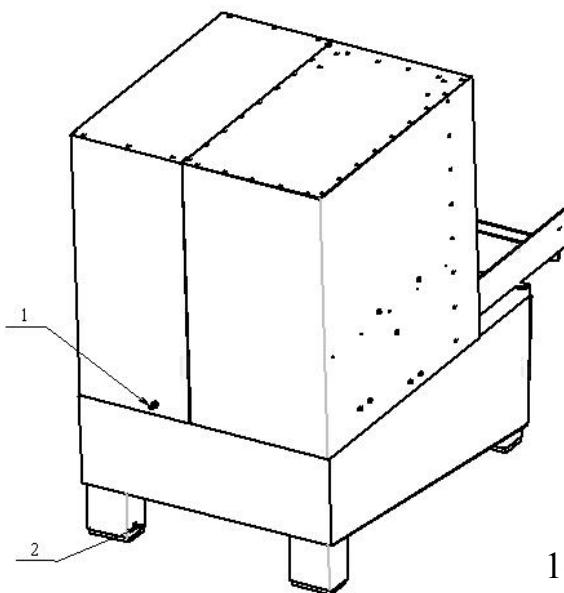

Рис. 3.
4.3. Подключить стенд к системе заземления, втулка (болт) заземления расположен на правой задней опоре ванны рис.3
- 4.7 Подключить стенд к имеющейся пневмосистеме через переходник (рис.3), расположенный на задней стенке изделия.